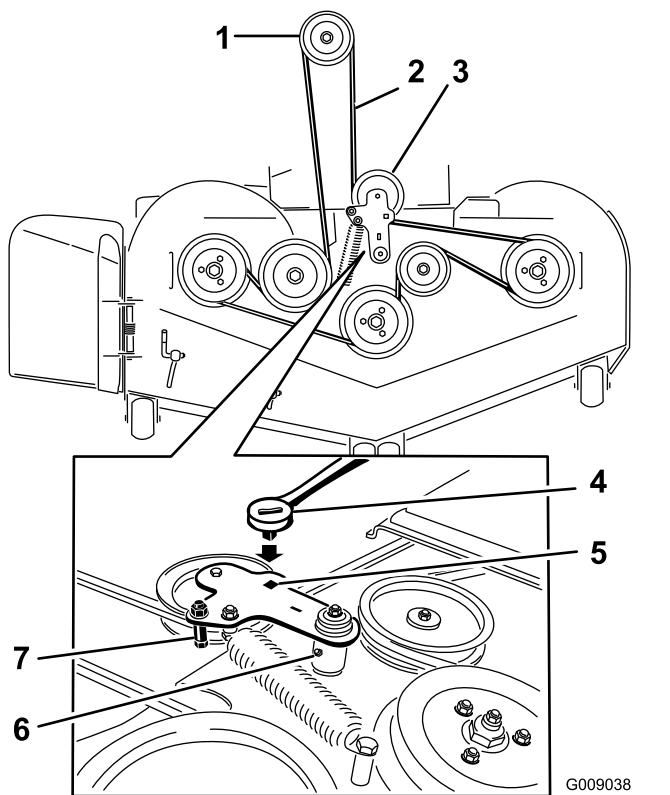

Figure 87
5. Insérez un rochet dans le trou carré du bras de la poulie de tension pour détendre le ressort de la poulie de tension (Figure 87).
7. Enlevez le guide-courroie situé sur le bras de la poulie de tension rappelé par ressort (Figure 87).
9. Acheminez la courroie neuve autour des poulies du tablier de coupe et de la poulie d'embrayage, sous le moteur (Figure 87).
- Montez le guide-courroie sur le bras de la poulie tension (Figure 87).
- Insérez le rochet dans le trou carré et montez le ressort de la poulie de tension (Figure 87).